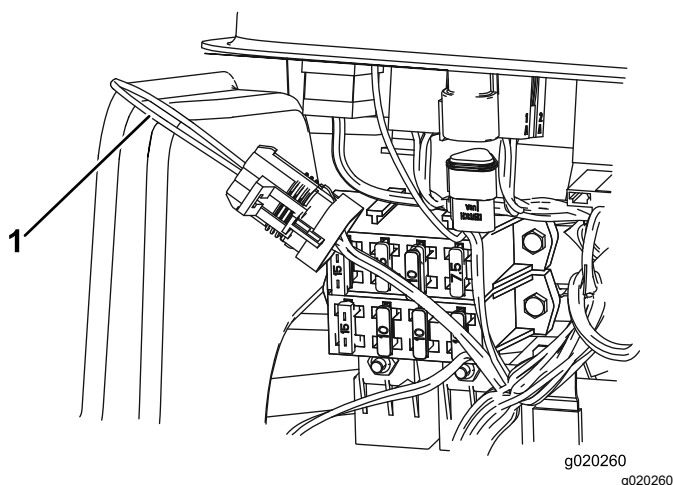

Figura 41
3. Localize os fios e o conector de circuito (Figura 41).